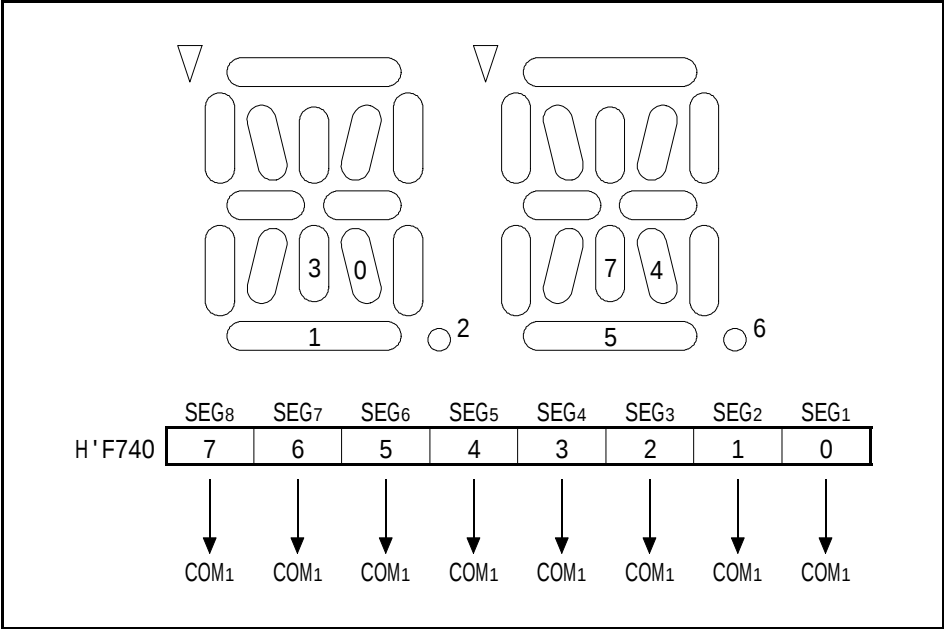

図6 LCDの点灯/非点灯と対応するLCD RAM設定値の関係
(7) 図6に8桁16セグメントLCDのSEG₁～SEG₈に対応するLCD RAMの関係を示します。図6に示すように0～7に対応するLCD RAMのビットに"1"をセットするとLCDは点灯、"0"にクリアするとLCDは非点灯します。